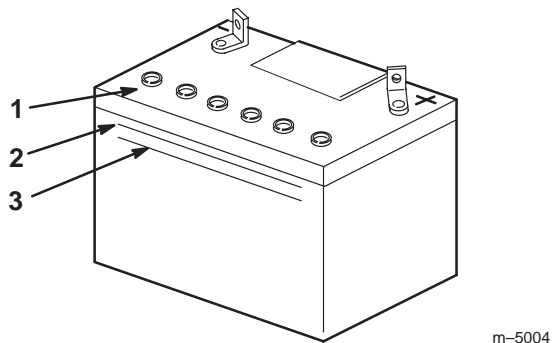

Figure 63
2. Observez le côté de la batterie. Le niveau de l'électrolyte doit atteindre le trait **supérieur** (Fig. 63). Ne laissez pas l'électrolyte descendre en dessous du trait **inférieur** (Fig. 63).
- Attendez cinq à dix minutes après avoir rempli les éléments. Ajoutez de l'eau distillée au besoin, pour amener le niveau au repère **supérieur** (Fig. 63) sur le côté de la batterie.